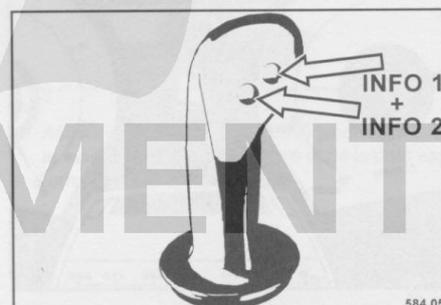

fig. 87
- Pour quitter le mode d'enregistrement, appuyer sur les deux touches Info (fig. 87) pendant plus de 3 secondes ou actionner la touche F3 jusqu'à ce que l'état normal soit à nouveau rétabli.